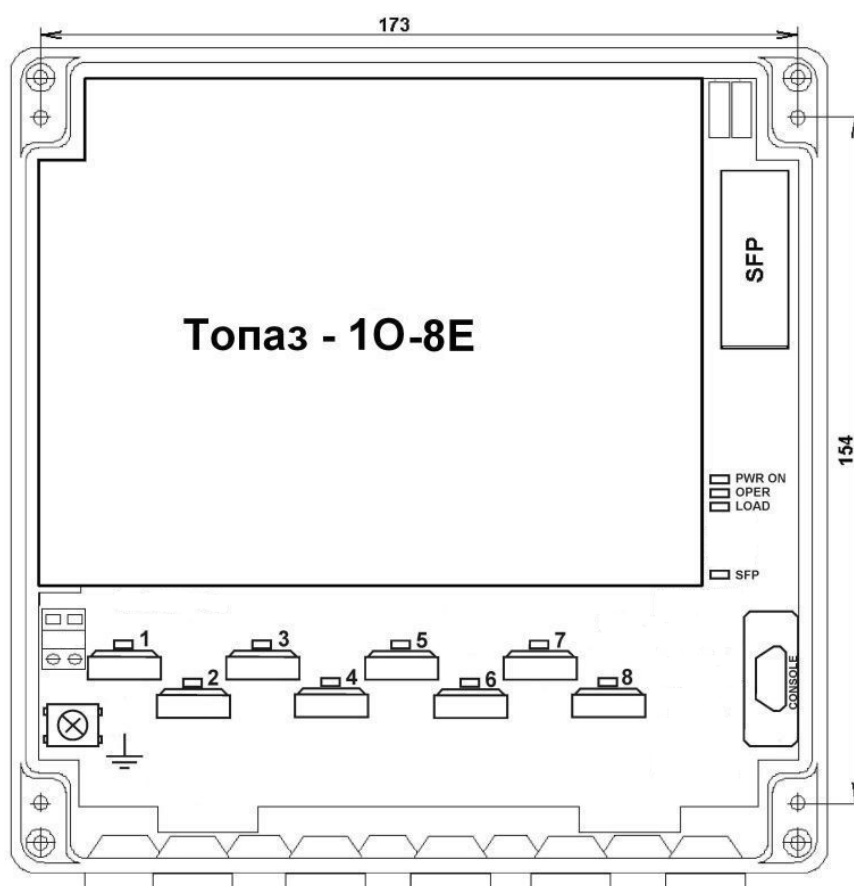

Рисунок 2.3 – Внешний вид коммутатора Топаз-10-8Е-Т
- пластиковый корпус IP65 для установки на стену или монтажную панель обеспечивает защиту от проникновения внутрь пыли и влаги, рисунок 2.3.
Промышленный коммутатор Топаз-10-8Е-Т выполнен в пластиковом корпусе со степенью защиты IP65, обеспечивающем защиту от проникновения внутрь пыли и влаги, и предназначенном для размещения на стене или на монтажной панели, рисунок 2.3.